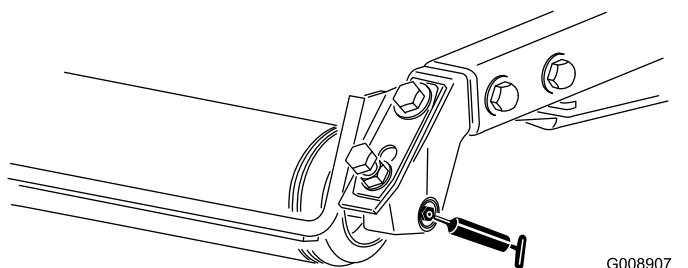

Рисунок 78
- Задние роликподшипники (по 2 шт. на режущий блок)—Рисунок 78